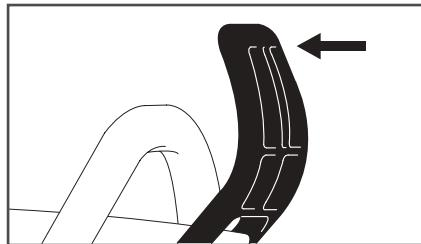

Рис. 2. Отключение тормоза
- Перед установкой шины и цепи убедитесь в том, что тормоз цепи находится в отключенном состоянии. Для этого рукоятку тормоза (Рис. 2) потяните на себя до щелчка.